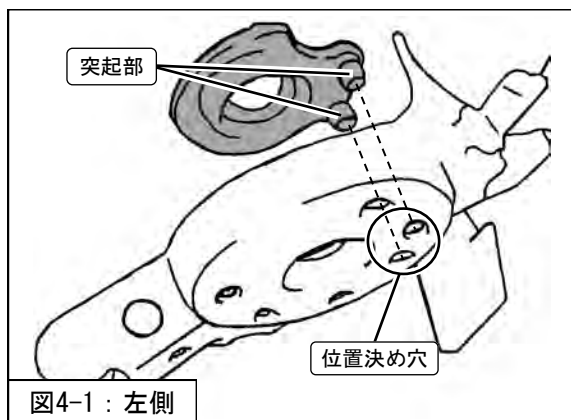

図4-1：左側
1. リアコイルスプリングインシュレータLWRの突起部がロアアームの位置決め穴に確実に挿入されていることを確認してください。(図4-1)
※図4-1は左側の場合を表しています。